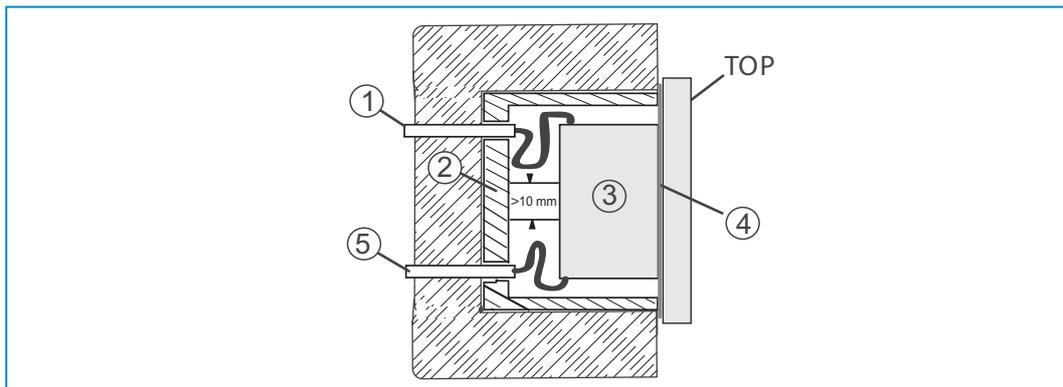

Fig. 7 : circuits électriques TBTS
- » Lors du montage, veiller à une séparation physique (> 10 mm) des circuits électriques TBTS des autres circuits électriques (voir Fig. 7).